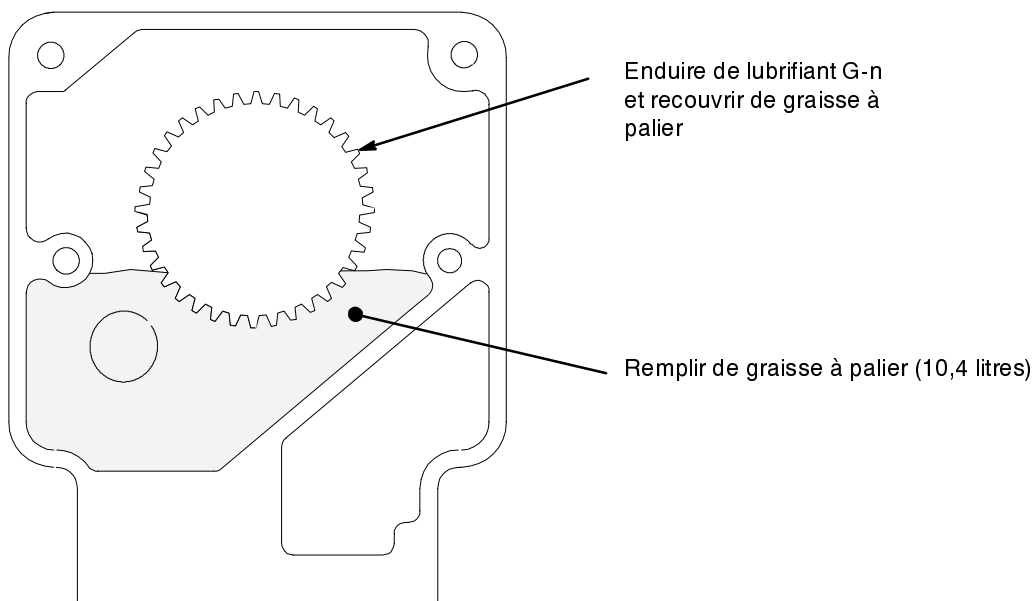

Fig. 6
9. Mettre d'abord la grande rondelle (5), puis la petite (3) sur le vilebrequin (8).
10. Introduire le vilebrequin dans le palier du carter de transmission (6) et dans la bielle (10).
11. En cas de remplacement de l'ensemble du carter de transmission (6), enduire la denture des engrenages de lubrifiant G-n (fourni). Enduire ensuite les dentures de graisse à palier (fournie). Mettre la graisse restante dans le fond du carter de transmission. Utiliser 10 cl de graisse. Voir Fig. 6.
12. Mettre le réducteur (19) en place.
13. Mettre un nouveau joint (64).